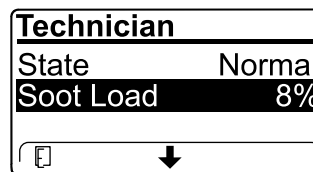

Figura 57
- Veja a carga de fuligem que é medida como percentagem de fuligem no filtro de partículas de gasóleo (Figura 57); consulte a tabela de carga de fuligem.